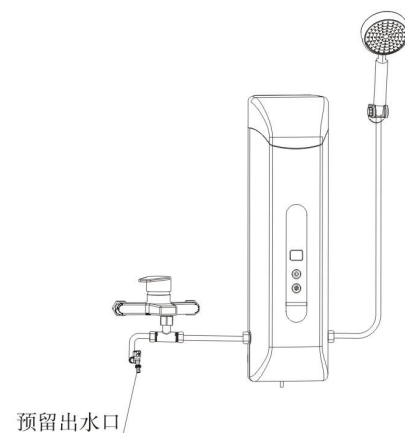
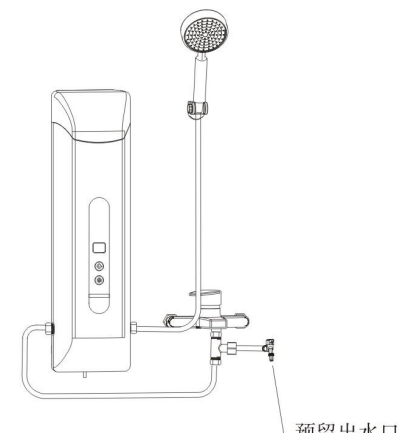

图8主机放置于混水阀右侧需预留出水口的安装示意图
图9主机放置于混水阀左侧需预留出水口的安装示意图
2. 安装空间的周围没有备用出水口且在再生阶段需要用水的用户，建议在混水阀出水口管道上安装预留出水口，根据空间要求主机可安装在混水阀左侧或者右侧如图8、图9所示。